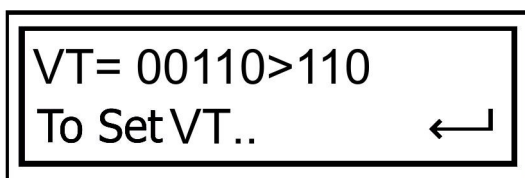

Рис. 12
8. Нажмите **Enter**. На дисплее отобразится экран задания коэффициентов трансформации (рис. 12):